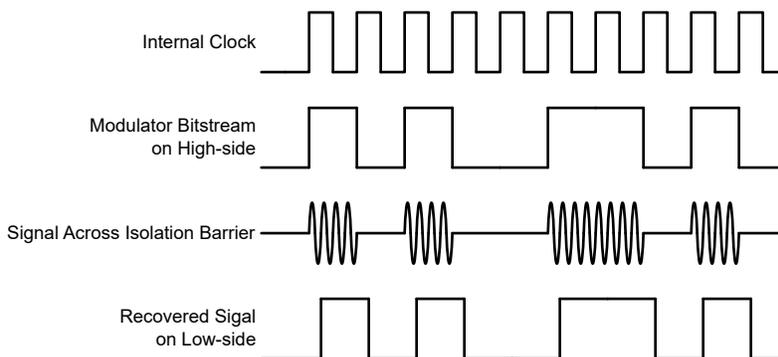

图 7-1. 基于 OOK 的调制方案
如图 7-1 中所示，AMC0x30R-Q1 使用开关键控 (OOK) 调制方案跨过基于  $\text{SiO}_2$  的隔离栅传输调制器输出位流。发送驱动器 (TX) 如 功能方框图 中所示。TX 跨过隔离栅发送一个内部生成的高频载波来表示数字一。而 TX 不发送信号则表示数字零。AMC0x30R-Q1 内使用的载波标称频率为 480MHz。